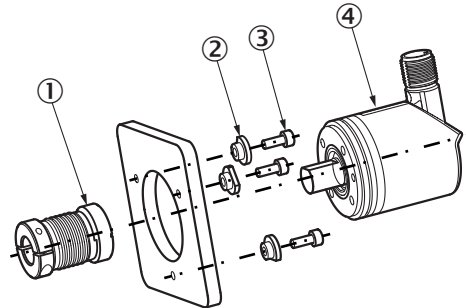

Abbildung 2: Anbau mit Servoklammern
3.1.2 Anbau mit Servoklammern (Abb. 2)